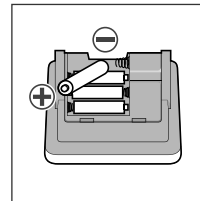

Рис. 3
2. Сложете в батерийното отделение четири батерии тип "AA", като съхраните полярността им (+) и (-), посочена върху корпуса на батерийното отделение (рис. 3). Батериите лесно се слагат като натиснете крайчеца "-" върху пружината.